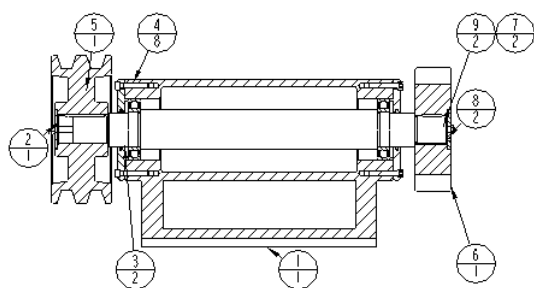

图 7.7.12 合并 BOM 球标
Step3. 在系统 **选取数量球标与之进行合并** 的提示下, 选取视图中的球标 9, 选取的两个球标被并列排列到了一起, 合并结果如图 7.7.12 所示。